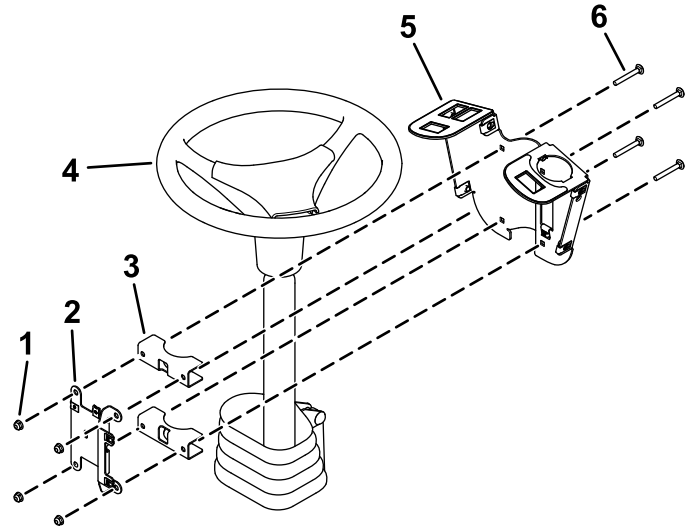

Figure 4
1. Fixez légèrement le support autour de la colonne de direction avec 4 boulons de carrosserie (1/4 x 2 po), 2 supports de fixation, la plaque de montage de fusible et 4 contre-écrous (1/4 po), comme montré à la Figure 4.